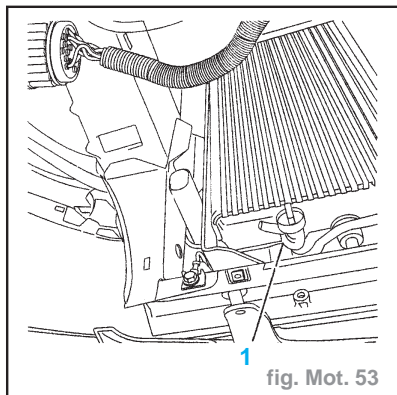

fig. Mot. 53
- Desserrer la vis de vidange (1) du radiateur (fig. Mot. 53).